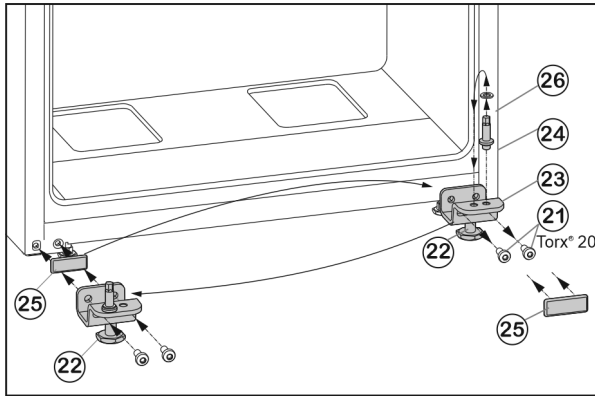

Fig. 6
- ▶ Atsukite tvirtinimo varžtus Fig. 6 (21).
- ▶ Nuimkite visą apatinę atraminę gembę Fig. 6 (23) su atraminiu varžtu Fig. 6 (24), poveržle Fig. 6 (26) ir reguliavimo kojele Fig. 6 (22).
- ▶ Visiškai atsukite atraminį varžtą Fig. 6 (24) su poveržle Fig. 6 (26), perkeltkite į priešingoje atraminės gembės pusėje esančią tvirtinimo angą ir vėl priveržkite.
- ▶ Atsargiai nuimkite dengiamąją plokštelę Fig. 6 (25) ir perkeltkite ją į priešingą pusę.
- ▶ Apatinę atraminę gembę Fig. 6 (23) su atraminiu varžtu Fig. 6 (24), poveržle Fig. 6 (26) ir reguliavimo kojele Fig. 6 (22) vėl tvirtai prisukite kitoje lankstų pusėje, prirėkus, naudodami akumuliatorinį atsuktuvą (**su 4 Nm**).
- ▶ Apatines duris iš viršaus uždėkite ant atraminio varžto Fig. 6 (24).
- ▶ Išukite reguliavimo kojele Fig. 6 (22) apatinėje atraminėje gembėje Fig. 6 (23), kol ji priglūs prie žemės.